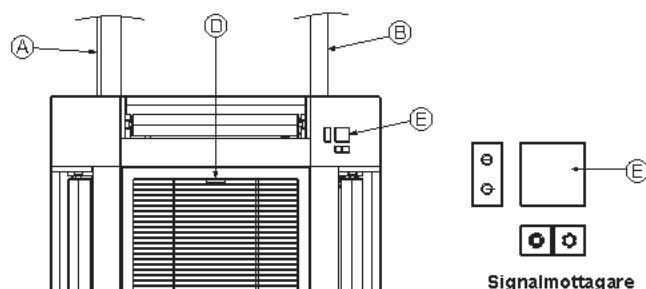

Fig. 10-17
10.5. Installera luftintagsgallret (Fig. 10-17)